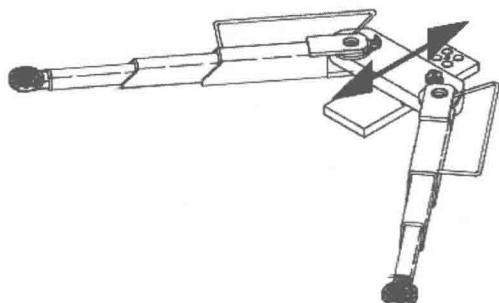

图 1-7 调节摆动臂长度
④ 慢慢转动摆动臂和托盘至车辆的合适位置，调节摆动臂长度，伸长到合适位置，如图 1-7 所示。